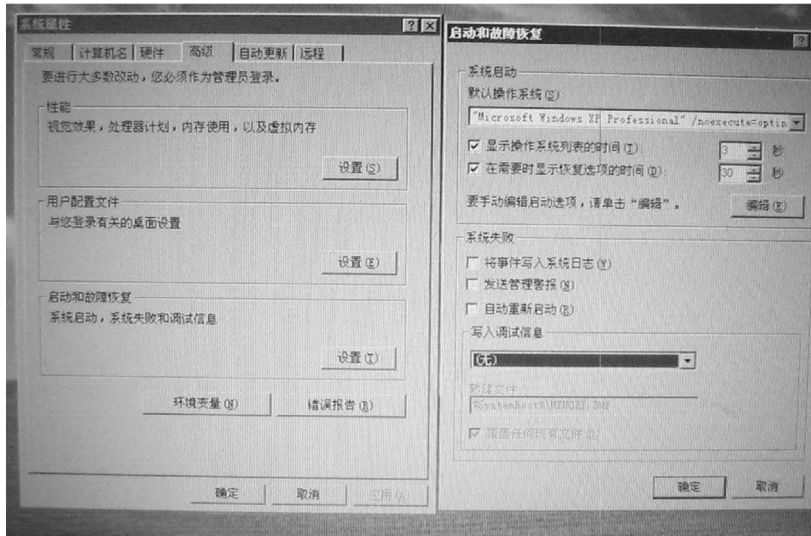

图 3-83 “启动和故障恢复”设置界面
1) 首先在“系统属性”选项界面中选择“高级”选项卡，即出现“启动和故障恢复”选项，然后单击该区域中的“设置”按钮，就可以进入“启动和故障恢复”设置界面，如图 3-83 所示。